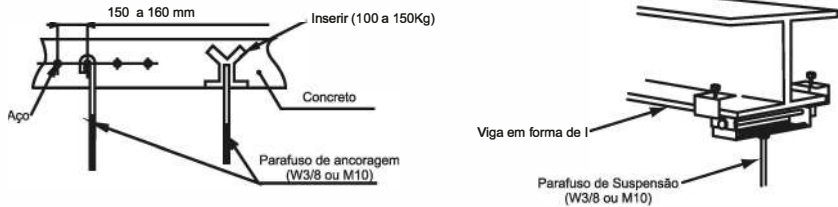

Fig. 3.4 Montagem dos Parafusos de Suspensão
(3) Verifique se o teto está horizontalmente nivelado, caso contrário, a drenagem não pode fluir.
(4) Reforce as partes de abertura do teto falso.
(5) Monte os parafusos de suspensão, conforme ilustrado na Fig.3.4